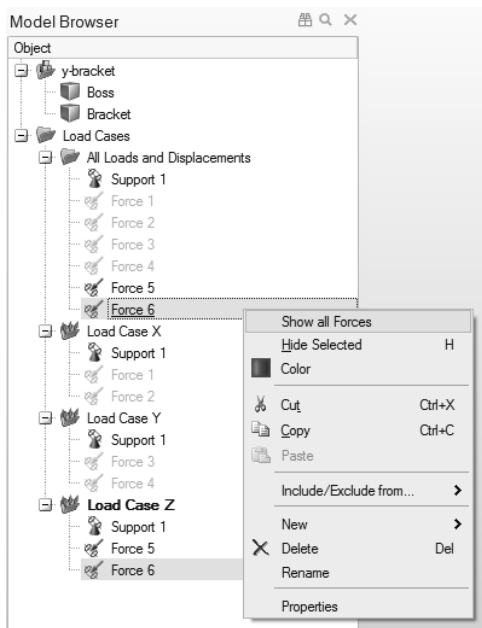

图 5-28
9) 在模型浏览器中用鼠标右键单击一个力, 然后在右键菜单中选择 Show all Forces, 如图 5-28 所示。